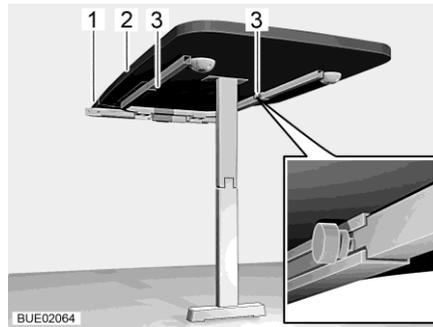

Bild 137 Hängetisch mit Gelenkstützfuß
- Zwei Rändelschrauben (Bild 137,3) lösen.
- Tischplatte (Bild 137,2) vorn leicht anheben und bis zum Anschlag herausziehen. Die Tischverlängerung ist jetzt ganz ausgezogen.
- Tischplattenverlängerung (Bild 137,1) in Tischverlängerung einlegen.
- Tischplatte (Bild 137,2) vorn leicht anheben und herausziehen.
- Tischplattenverlängerung (Bild 137,1) abnehmen und sicher verstauen.